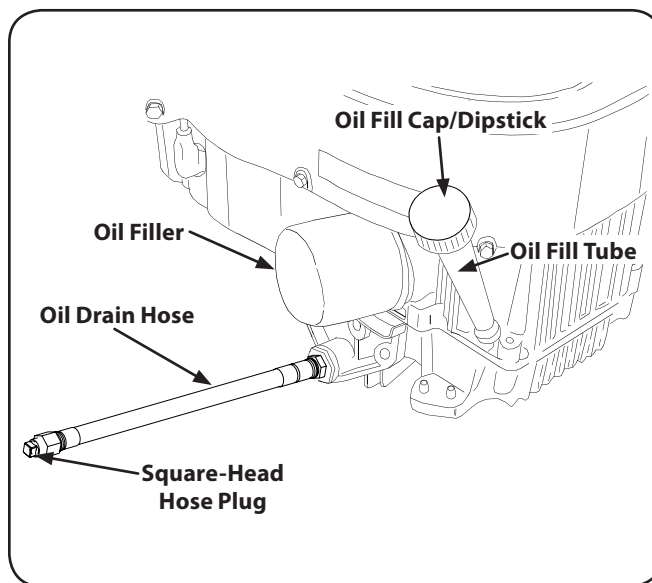

Figura 6-2
4. Si su motor tiene la configuración de la manguera de drenaje de aceite en la Figura 6-2, consulte la sección de la manguera de drenaje de aceite por debajo de.
2. Mientras sujeta el extremo libre de la manguera de drenaje de aceite en el depósito de recogida de aceite, desenroscar el tapón de la manguera de cabeza cuadrada en el extremo de la manguera. Vea la Figura 6-2. Escurrir el aceite de motor en el contenedor de recogida.